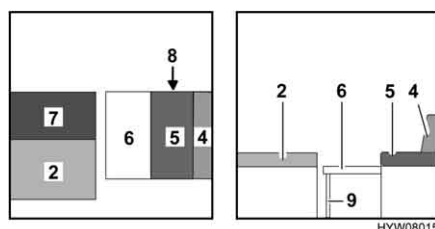

Fig. 100 Durante la trasformazione
- Posizionare il cuscino aggiuntivo (Fig. 100,7) sul tavolo.
- Sbloccare (Fig. 100,8) la prolunga del cassone letto (Fig. 100,6) ed estrarla fino all'arresto.
- Tirare leggermente verso l'esterno il piede di sostegno (Fig. 100,9) sulla prolunga del cassone letto e aprirlo.